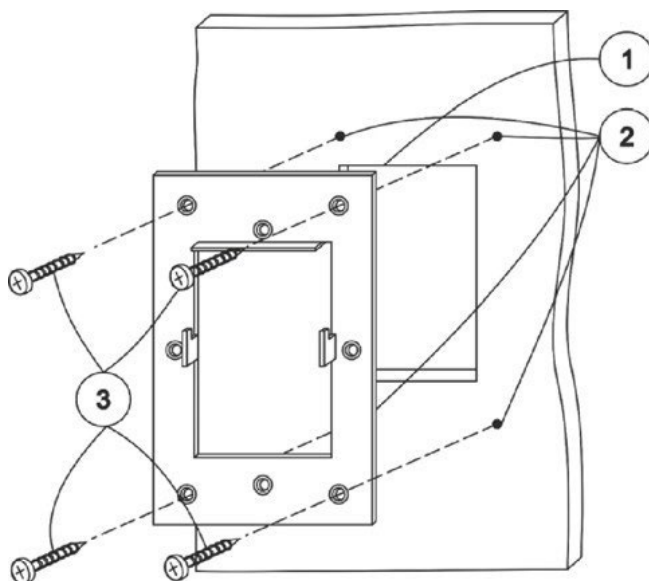

Рис.19
3. Закрепить монтажную металлическую рамку на поверхность саморезами согласно размеченной области. Выступы, находящиеся в центральной части рамки, фиксирующие панель управления на стене, должны быть ориентированы на себя, зубцами вверх (см. рис.19).
4. Просверлить отверстия для мест крепления панели сверлом диаметром 3,2-4мм (4 отверстия) (см. рис.19).
6. Винтами с резьбой М3 с обратной стороны через отверстия зафиксировать панель на поверхности (см. рис.19).